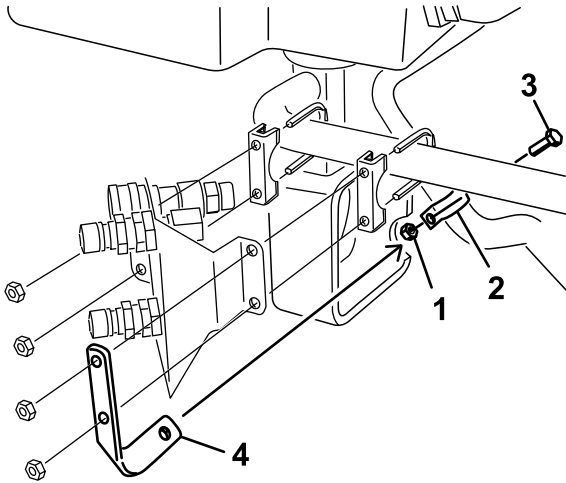

Bild 27
6. Befestigen Sie eine R-Klemme am großen Hydraulikschlauch, siehe Bild 27. Befestigen Sie die R-Klemme mit einer Schraube (5/16" x 7/8") und einer Mutter (5/16") an der Befestigungshalterung (Bild 27).